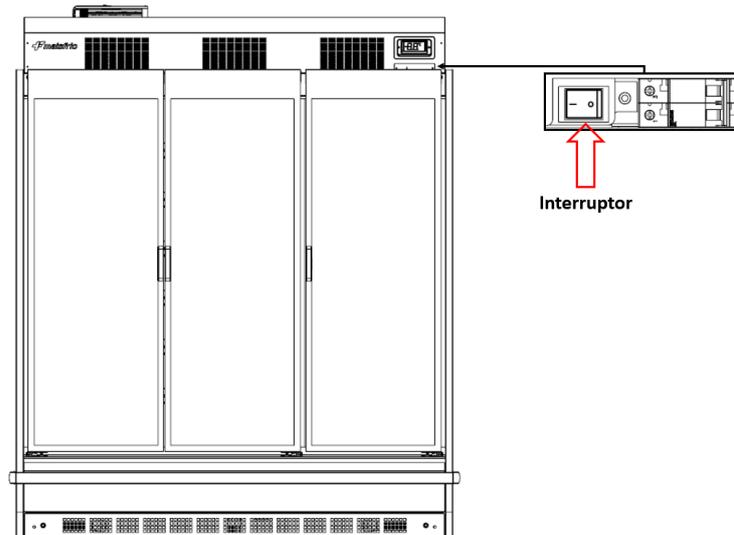

Figura 1: Localização do interruptor iluminação
- 1 - A iluminação interna pode ser ligada ou desligada através de um interruptor localizado na região superior direito do expositor, abaixo do controlador eletrônico, conforme figura 1.